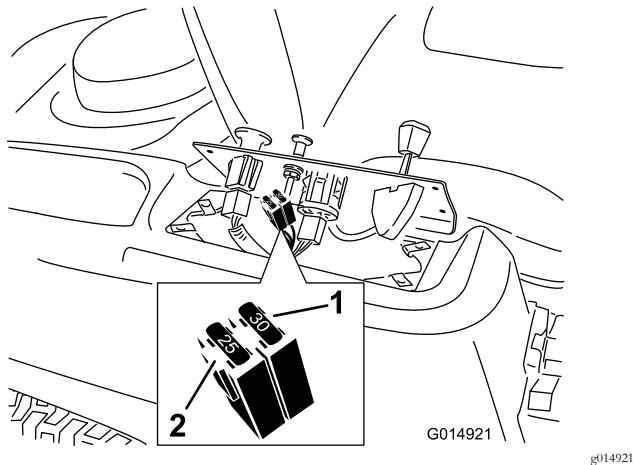

Figura 53
2. Eleve o painel de controlo para aceder à extensão principal e à caixa dos fusíveis (Figura 53).
3. Para substituir fusíveis, puxe o fusível para o retirar (Figura 53).